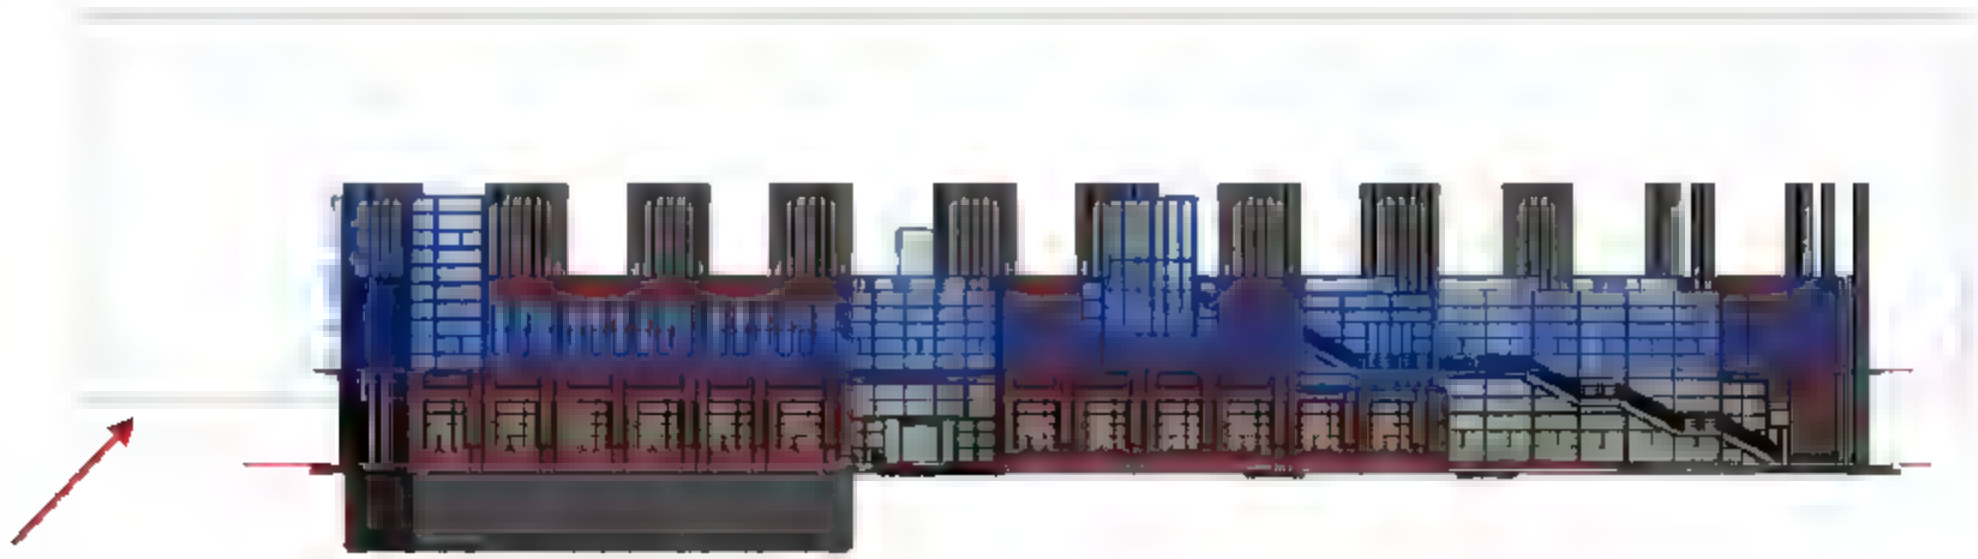
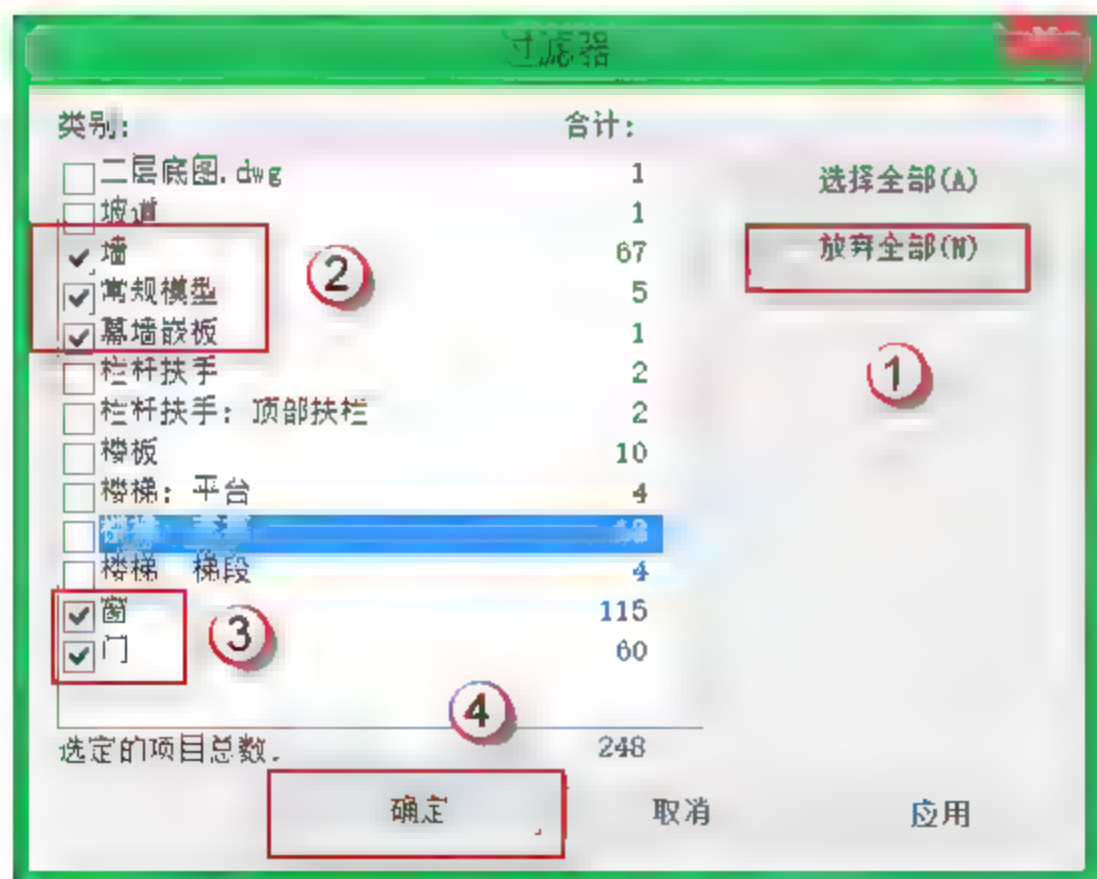

图 11.1.46 选择二层图元
图 11.1.47 过滤图元
(1) 选择对象。复制三层平面，由于二层平面和三层平面大致相同，所以可以整楼复制，按快捷键 F4，进入三维视图模式，将模型调整到与视线平齐，将光标从“左下一层”拉到“视图右上角”，选中后再单击“过滤器”按钮，如图 11.1.46 所示，在弹出的“过滤器”对话框中，先单击“放弃全部”按钮，再将如图 11.1.4 所示的图元选择上，单击“确定”按钮，如图 11.1.47 所示。